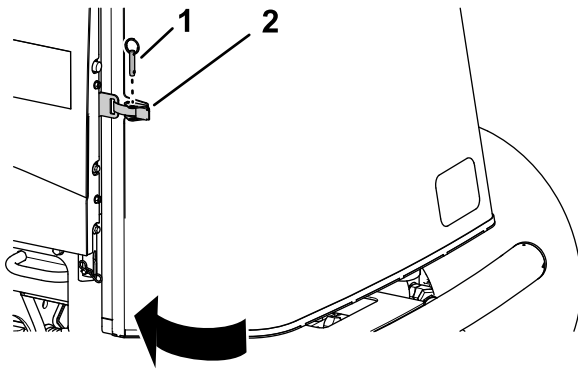

Figura 62
1. Cierre y enganche la rejilla (Figura 62).